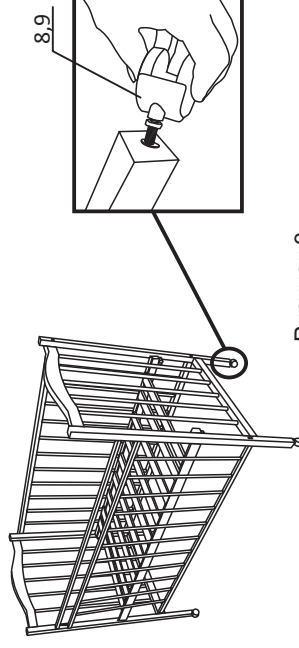

Рисунок 3
5. Установить колесные опоры (8,9) Рис. 3. При необходимости застопорить колеса(9).